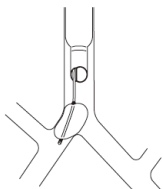

Fig.8
- 1)&2) Quanto sopra può essere attribuito al fatto che la cuffia del bloccatore è stata spostata nel lume della trachea (ernia), restringendolo (Fig. 8).
7. Se si verifica un'ernia come descritto in Fig. 8, l'ipossiemia può essere risolta semplicemente sgonfiando la cuffia.